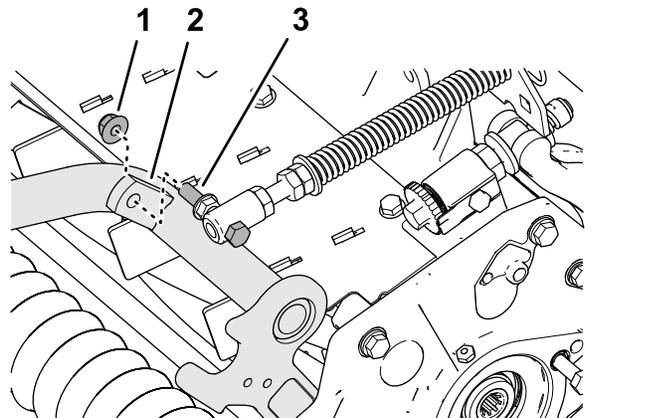

**Bild 19**
3. Entfernen Sie die Sicherungsbundmutter ( $\frac{3}{8}$ " ), mit der die Kopschraube der Rasenkompensierungsfeder an der rechten Lasche des Trägerrahmens befestigt ist, und nehmen Sie die Kompensationsfeder vom Mähwerk ab (Bild 19).